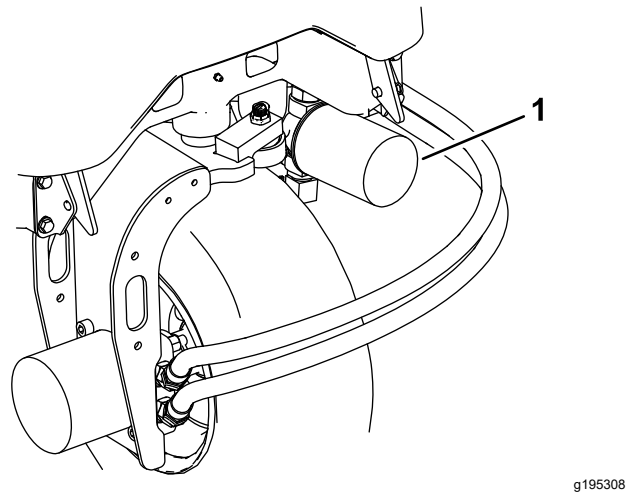
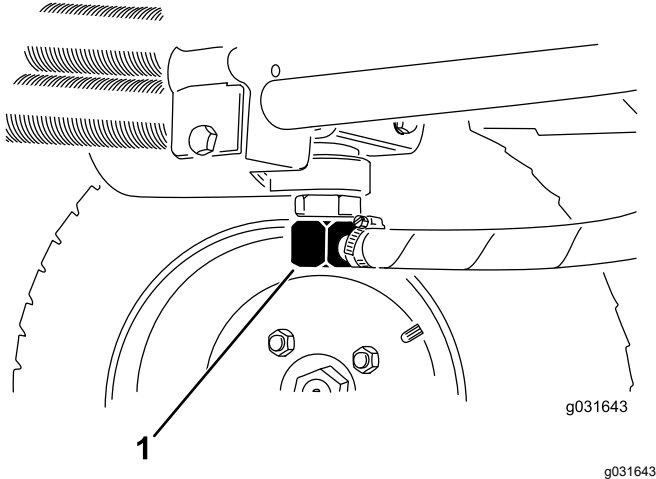

Figura 65
Figura 66
3. Limpie alrededor de la zona de montaje del filtro, coloque un recipiente debajo del filtro y retire el filtro (Figura 65).
2. Desconecte el tubo hidráulico o retire el filtro hidráulico y deje fluir el aceite hidráulico en un recipiente apropiado (Figura 65 y Figura 66).
3. Vuelva a colocar el tubo cuando el aceite hidráulico se haya drenado (Figura 66).